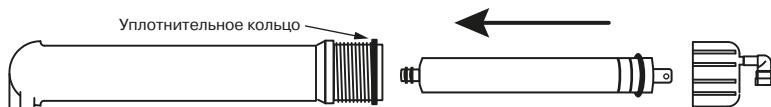

Рис. 14
2. Установите мембрану. Для этого отсоедините трубку от бысторазъемного коннектора крышки колбы мембранны. Открутите крышку колбы мембранны. Смажьте силиконовой смазкой резиновые уплотнения мембранны. Установите мембрану в корпус согласно **рис. 14**. Смажьте силиконовой смазкой уплотнение крышки колбы мембранны и аккуратно установите его на колбу. Закрутите крышку колбы мембранны и пристыкуйте трубку. Следите, чтобы уплотнительное кольцо крышки колбы было установлено на колбе без перекосов.